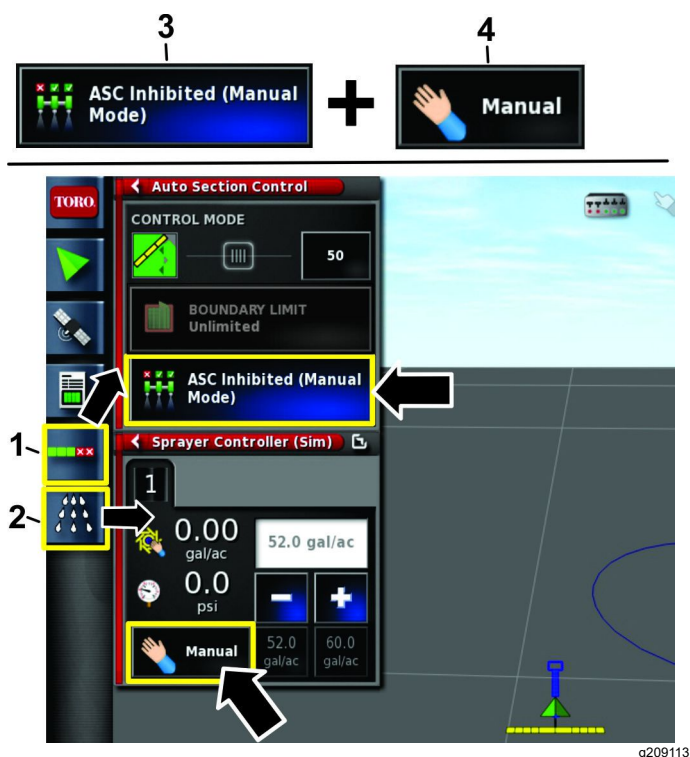

Рисунок 25
1. Нажмите на значок автоматического выбора конфигурации управления и на значок контроллера опрыскивателя (Рисунок 25).
2. Установите управление нормой внесения в положение MANUAL (РУЧНОЙ РЕЖИМ) (Рисунок 25).